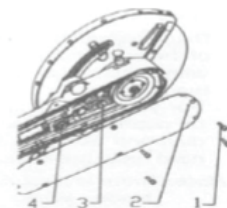

Fig. 6
III. Mettere in tensione della cinghia trapezoidale (v. Fig. 6) • Allentare e rimuovere le Viti esagonali (1) dalla scatola di trasmissione e rimuovere il coperchio della scatola di trasmissione (2). • Allentare le tre Viti esagonali (5) dal supporto del cuscinetto. • Girare le Vite di regolazione della tensione (6) in senso orario (o girare la Vite di regolazione (3) in senso orario) fino a quando la cinghia trapezoidale è in tensione. • Serrare le tre Viti esagonali (5) dal supporto del cuscinetto. • Montare il coperchio della scatola di trasmissione (2), fissare e serrare le Viti esagonali (1)